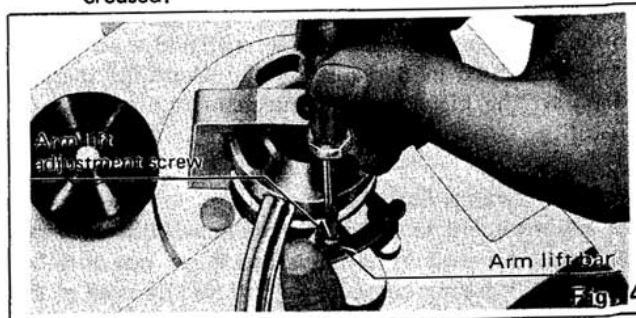

Fig. 4
Adjustment of arm-lift height (See Figs. 4 and 5)
3. Turn the adjustment screw clockwise or counterclockwise, while pushing the arm lift down. (See Fig. 4.)
Einstellung des Tonarmlifts (Vgl. Abb. 4 und 5.)
4. Drehen Sie die Justierschraube im Uhrzeigersinn oder Gegenuhrzeigersinn, währenddem Sie die Tonarmliftführung nach unten drücken. (Vgl. Abb. 4)
Mise au point de la hauteur de l'élévateur du bras. (Voir Figs. 4 et 5.).
4. Tourner la vis de réglage dans le sens des aiguilles d'une montre ou dans le sens inverse, tout en abaissant l'élévateur du bras (Voir Fig. 4.).